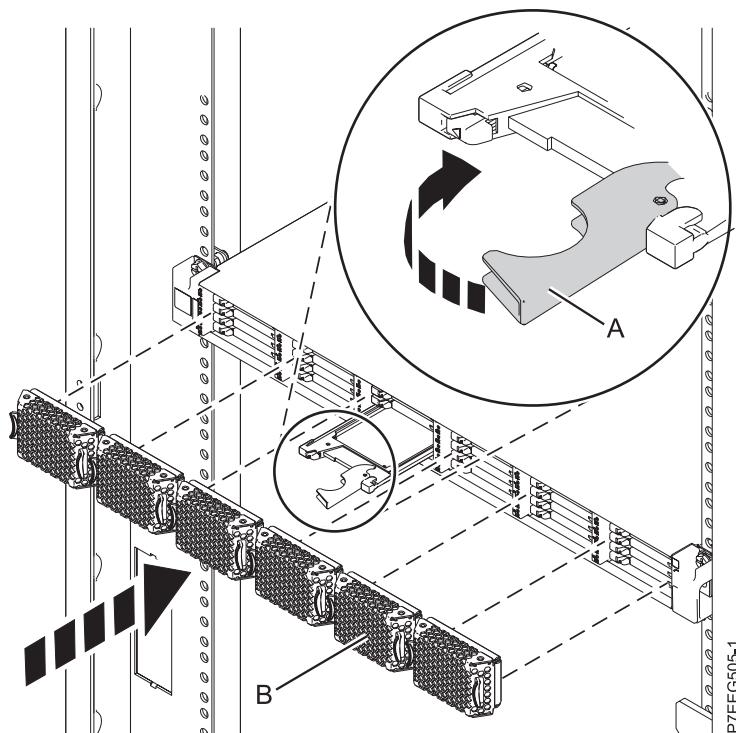

Figure 20. Remplacement d'une unité SSD dans l'armoire de stockage PCIe EDR1.
4. Lorsque le voyant d'identification de l'unité SSD clignote, faites glisser complètement l'unité SSD dans l'armoire de stockage PCIe EDR1 jusqu'à ce qu'il soit complètement encastré. Puis tournez la poignée (A) pour la mettre en position verrouillée. Pour plus d'informations, voir figure 20, à la page 31.
5. Installez le panneau (B).